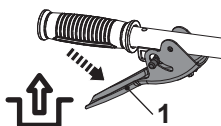

fig. 23, desengranar los rotores
3. Suelte el botón de bloqueo (2) después.
4. Suelte la palanca del embrague (1) para desengranar los rotores (fig. 23).